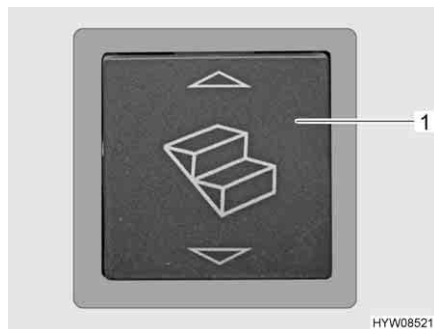
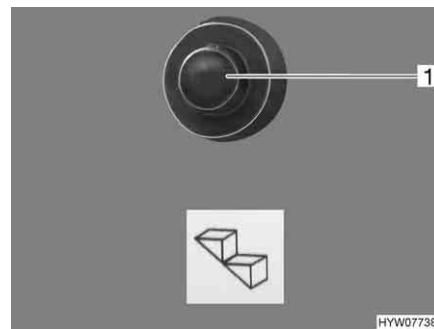

Fig. 7 Pulsante basculante dello scalino di ingresso (zona di ingresso)
Fig. 8 Pulsante a pressione dello scalino di ingresso (cruscotto)
**Inserimento:** ■ Premere l'interruttore a bilico (Fig. 7,1) nella zona di ingresso oppure il pulsante a pressione (Fig. 8,1) sul cruscotto nella cabina di guida.
**Estrazione:** ■ Premere l'interruttore a bilico (Fig. 7,1) nella zona di ingresso.